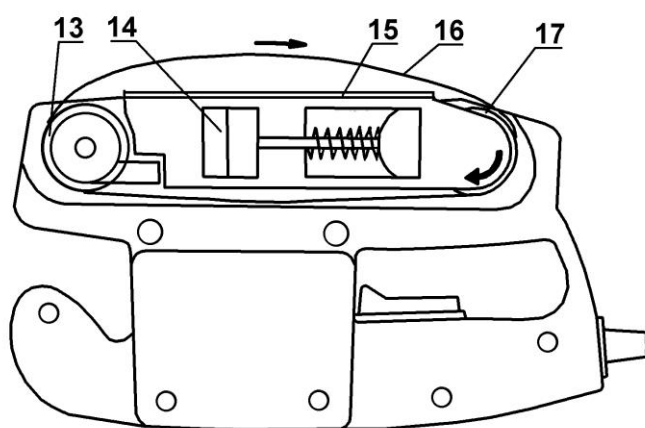

Рис. 2 Установка шлифовальной ленты
4.2. Сменным рабочим инструментом является шлифовальная лента поз.16 (Рис.2).